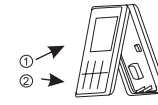

Рис. 4
- Закрепите переднюю панель пульта на задней крышке пульта (рис. 4). Для этого: